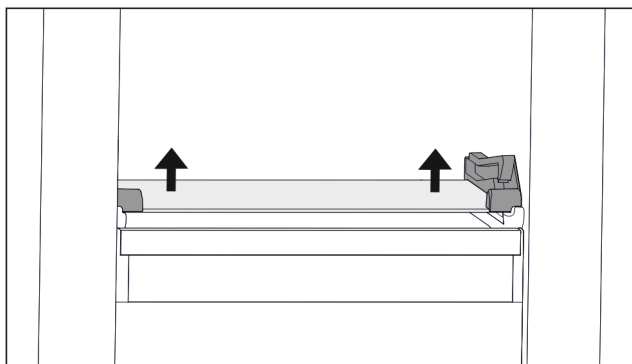

Fig. 70 Den nedklappelige skuffes glasplade
- Tryk glaspladen op nedefra i begge sider. (se Fig. 70)